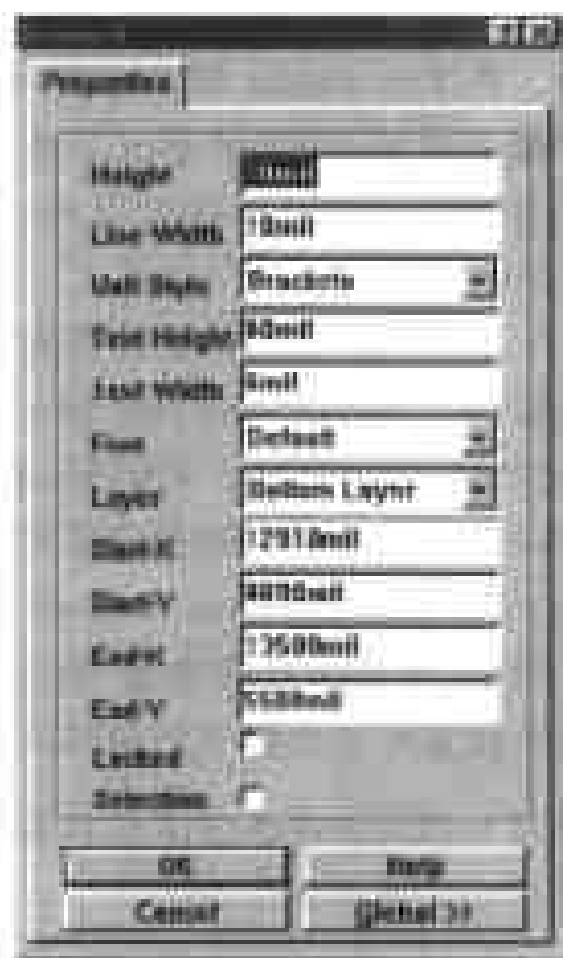

图 7-25 设置尺寸标注的属性
(4) 在图纸中双击某一条尺寸线,即可弹出如图 7-25 所示的对话框,供用户设置尺寸标注的各项属性。
(5) 在对话框的 Height 选项的输入框中输入数值,设置尺寸线的高度;然后在 Line Width 选项的输入框中输入数值,设置尺寸线的粗细,这两个选项的取值单位均为 mil。
(6) 单击 Unit Style 选项的下拉列表框,在弹出的下拉列表中包含 None, Default 和 Brackets 3 个选项,供用户设置尺寸的样式,默认的选项是 Brackets。
(7) 在对话框的 Text Height 和 Text Width 两个选项的输入框中分别填入数值,设置尺寸标注文字的高度和文字线条的粗细,单位也是 mil;然后单击 Font 选项的下拉列表框,在弹出的下拉列表中提供了 Default, Sans Serif 和 Serif 3 个选项,供用户选择尺寸标注的字体。
(8) 单击 Layer 选项的下拉列表框,在弹出的下拉列表中设置尺寸标注所在的板层。
(9) 在对话框的 Start-X 和 Start-Y 两个选项输入框中显示出了当前尺寸标注的起始点的位置坐标,在 End-X 和 End-Y 两个选项输入框中显示出了当前尺寸标注的终止点的位置坐标,调整这 4 个选项输入框中的数值,即可调整尺寸标注在图纸中的位置,同时尺寸标注显示的长度值也会随着改变。
(10) 在对话框中设置了以上选项之后,单击 OK 命令按钮,返回工作窗口,结束设置尺寸标注的工作。